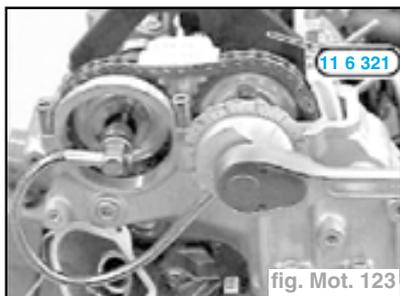

fig. Mot. 123
- Bloquer l'arbre à cames au niveau du six pans et serrer au couple avec l'outil **00 9 120** le pignon de l'arbre à cames d'admission (fig. Mot. 123).